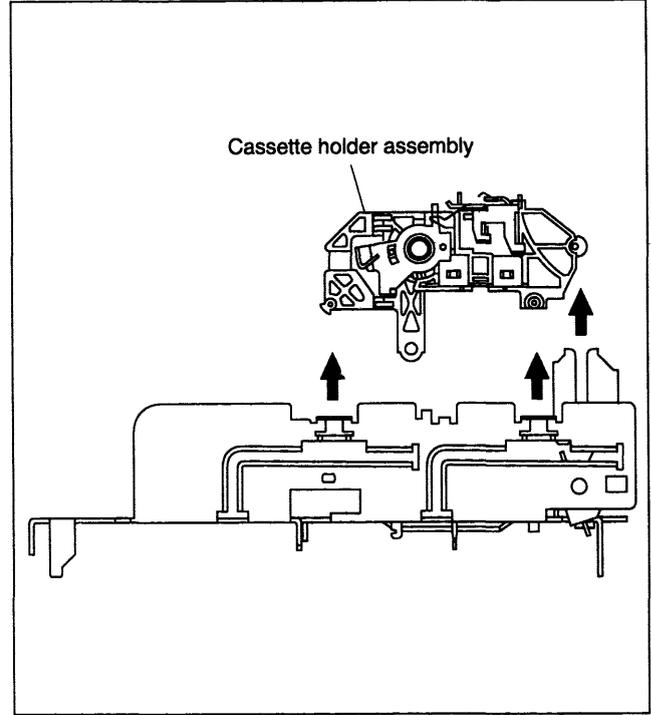
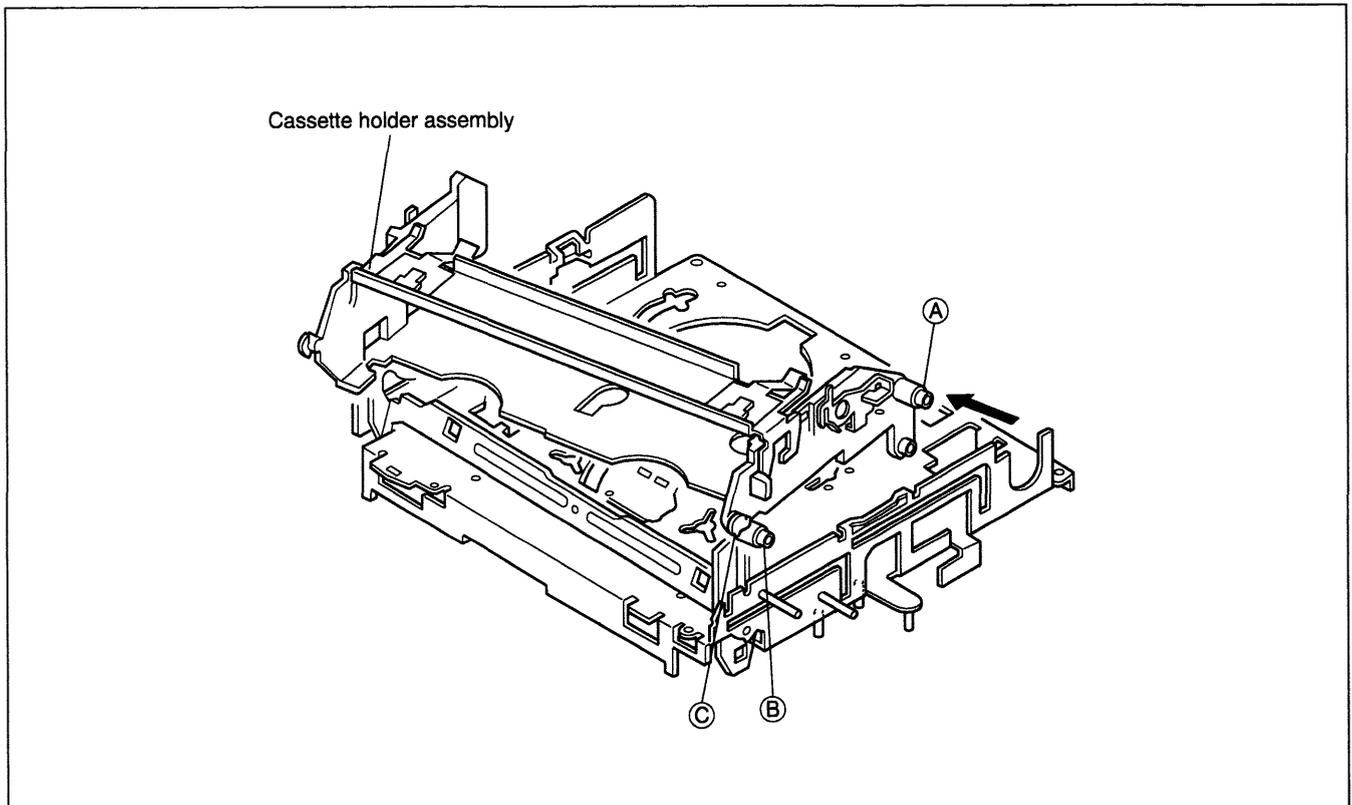

Fig. 2-2-5
Fig 2-2-6
- (5) Segurando o lado esquerdo do compartimento cassete, levante-o de modo que os três pinos no lado esquerdo sejam liberados. Então puxe os pinos no lado direito (A) e (B) para fora do trilho e também puxe o pino (C) para cima. (Veja Fig 2-2-5, Fig 2-2-6)